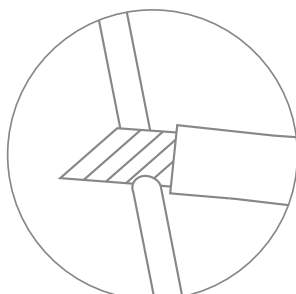

Рис. 3
**Внимание!** Направление потока воды вход (IN)/выход (OUT) обозначено на скобе фильтра.
2. Разрежьте трубку из комплекта поставки (рис. 3) на две части. Срез должен быть только под прямым углом, ровным, без зазубрин и волн.